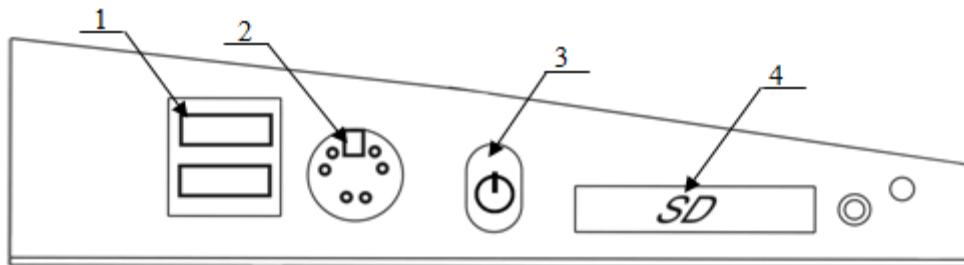

Рисунок 6. Боковая панель
1. Боковая панель, на которой расположены разъемы для подключения внешних устройств (подробнее смотрите рисунок 6).
POS-терминал имеет 4 внешних порта USB-host, расположенные на боковой и задней панелях (см. рисунок 6 на странице 16 и рисунок 8 на странице 17). Порты предназначены для подключения к POS-терминалу внешних USB-устройств и поддерживают работу по интерфейсу USB 2.0. По указанному интерфейсу возможно подключение следующих внешних устройств:
К порту PS/2 (см. рисунок 6 на странице 16) возможно подключение клавиатуры стандарта PS/2, использование которого увеличивает скорость работы персонала торгового предприятия. Также возможно подключение сканера штрихкода к POS-терминалу.
Выбор режима работы POS-терминала осуществляется в стартовом окне, которое отображается на дисплее кассира сразу после нажатия кнопки включения/выключения POS-терминала на его боковой панели (см. рисунок 6 на странице 16).